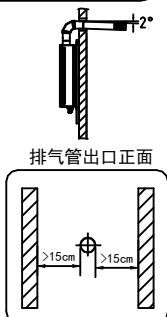

图10
- 烟道水平段应尽可能短，且安装时应有向下倾斜 2° 的坡度，以利于冷凝水和雨水的排出。(如图10)